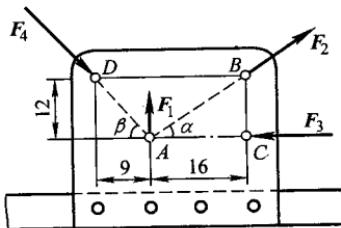

图 1-2 联接板
**1-2 铆接薄钢板在孔 A、B、C 和 D 处受四个力作用，孔间尺寸如图 1-2 所示。已知： $F_1 = 50\text{N}$ ,  $F_2 = 100\text{N}$ ,  $F_3 = 150\text{N}$ ,  $F_4 = 220\text{N}$ ，求此汇交力系的合力。**
解 建立直角坐标系 A-xy，将各力沿其作用线移至 A 点，如图 1-2 所示，则